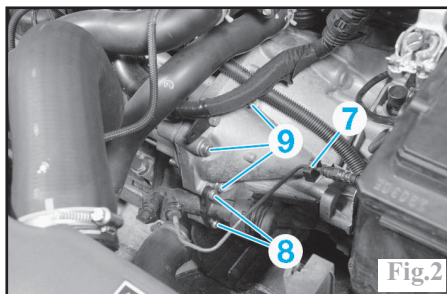

Fig.2
Déclipser le tuyau hydraulique de commande d'embrayage de l'agrafe (7) (Fig.2).